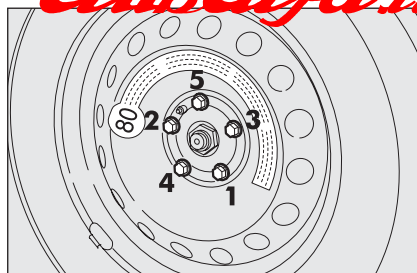

fig. 9
- ☐ mediante l'utilizzo della chiave in dotazione, serrare a fondo i bulloni, passando alternativamente da un bullone a quello diametralmente opposto, secondo l'ordine numerico illustrato in **fig. 9**.
- ☐ abbassare la vettura ed estrarre il cric, quindi, mediante l'utilizzo della chiave in dotazione, serrare a fondo i bulloni secondo l'ordine rappresentato in precedenza per il ruotino di scorta **fig. 9**.